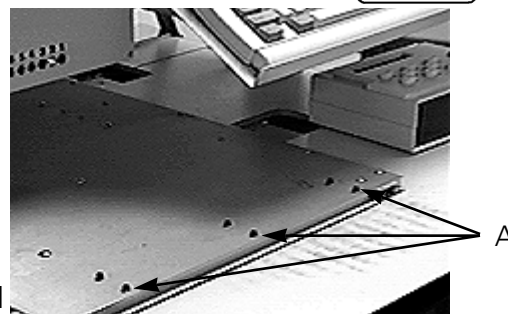

Figura 3-3
3. Consultando a Figura 3-3, remova os seis parafusos com encaixe na cabeça marcados "A" do quadro de caixilho (localizados abaixo da Estação do Usuário). Não solte nem remova quaisquer outros parafusos ou porcas.